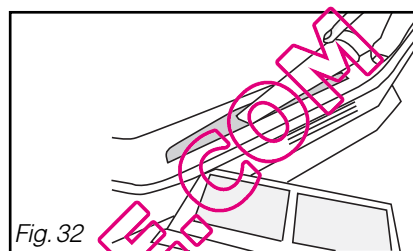

Fig. 32
- Retirez toutes les peluches à l'aide d'un aspirateur (Fig. 32).